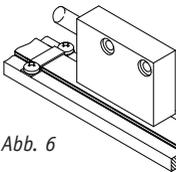
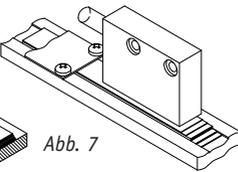

Abb. 6
Abb. 7
**Hinweis:** Um das Magnetband zu sichern kann man wie in Abb. 6 und Abb. 7 eine nicht magnetische Befestigungslasche oder ein Abdeckblech verwendet werden. Der max. Abstand zwischen Magnetband und Sensor muss eingehalten werden.